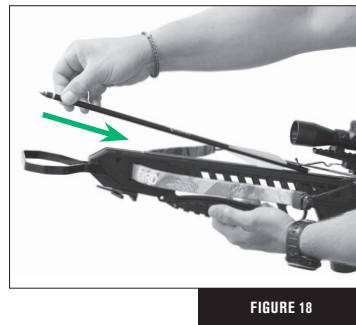

FIGURE 18
4. Coloque la flecha o saeta de modo tal que la pluma remera (la de color distinto), quede abajo en la ranura de vuelo (Fig. 18)
6. Deslice la flecha o saeta hacia atrás hacia el conjunto del gatillo, debajo del muelle de retención de la flecha o saeta, hasta que el culatín de la flecha o saeta descance completamente en la cuerda. (Fig. 18)